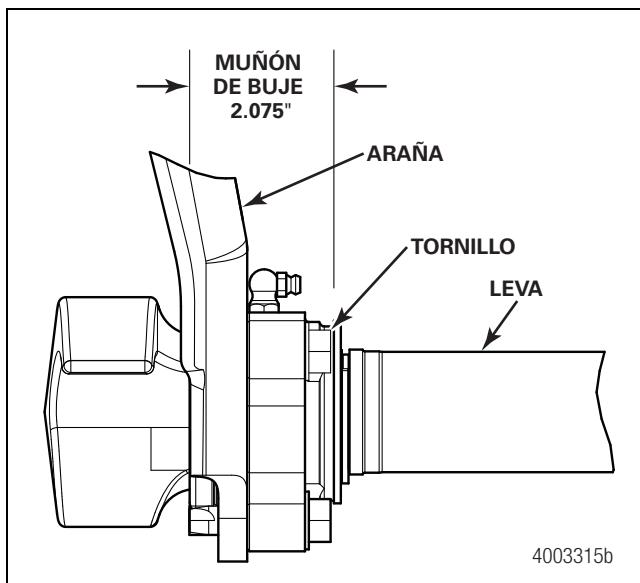

Figura 11.14
- Las levas con muñones tratados térmicamente se usan con bujes apernados. Figura 11.14.